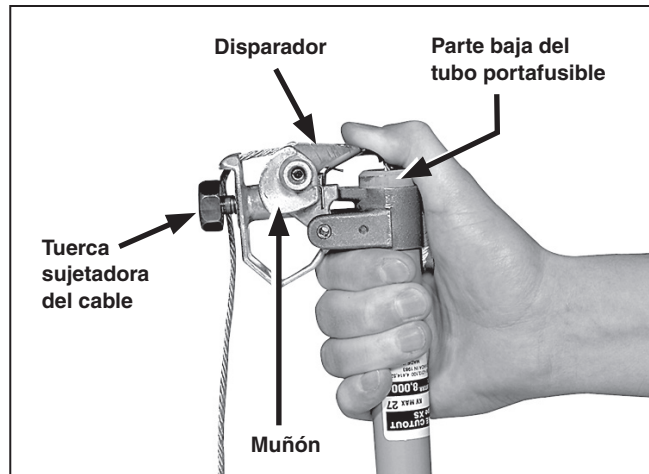

Figura 4. El disparador giró completamente.
- PASO 3.** Vuelva a colocar la tapa del tubo fusible en la férula superior del tubo fusible y apriete bien la tapa con una llave. Afloje la tuerca sujetadora del cable en el muñón. Ver Figura 4.
- PASO 4.** Gire el disparador completamente sobre su giro hasta que llegue a su tope (se siente una resistencia firme). Ver Figura 4.